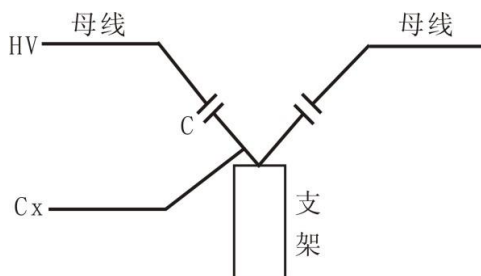

图 15 断路器断口电容试验接线
8、断路器断口电容的介损测量（见图 15）
断口电容的介损及电容测量时，将高压电缆和 C_x 测量电缆加到断口电容两端，用正接线方式测量，如图 15 所示：